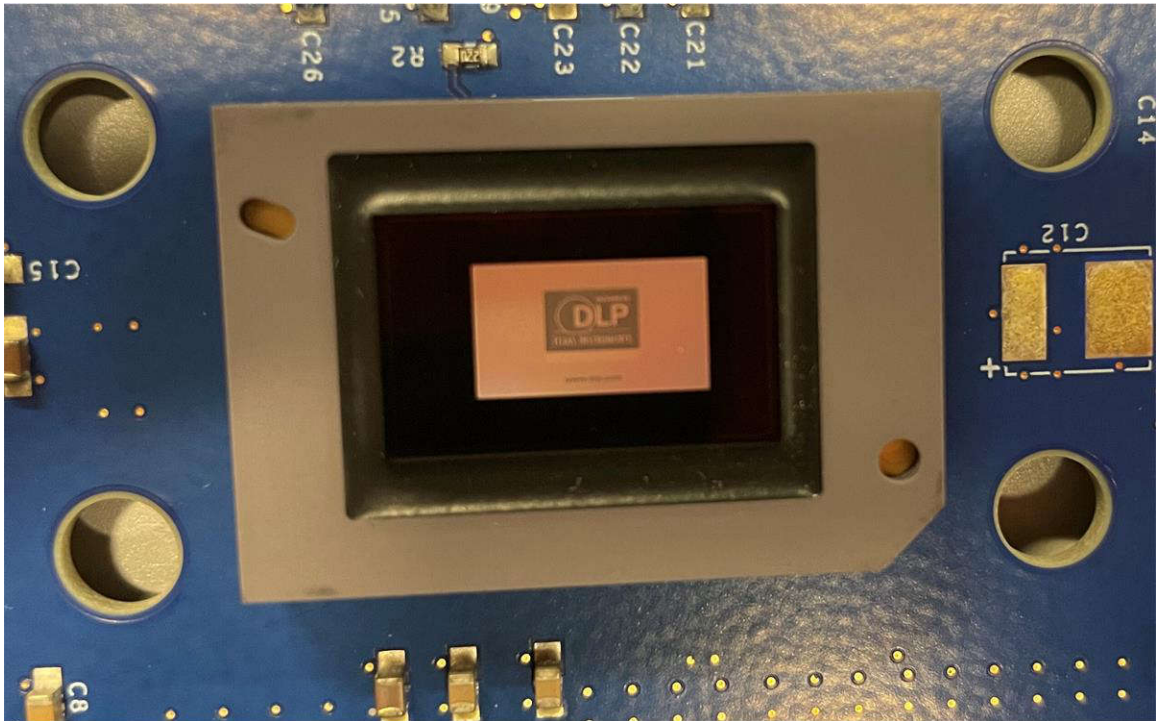

图 3-5. DMD 上显示的启动图像
- d. 按顺序将 SW5 和 SW1 开关切换至打开位置来打开 EVM。大约 3 秒钟后, 用户可以看到 D5、D6 和 D7 LED 稳定亮起, D15 LED 闪烁。DLP 德州仪器 (TI) 标识应显示在 DMD 上; 请参阅图 3-5。